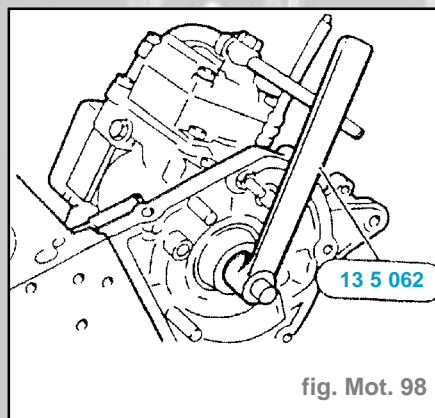

fig. Mot. 98
- A l'aide de l'outil spécial **13 5 062**, mettre l'arbre de la pompe d'injection en début de levée du cylindre 1 (le levier doit vertical, pointe vers le haut, avant de sentir la came) (fig. Mot. 98).